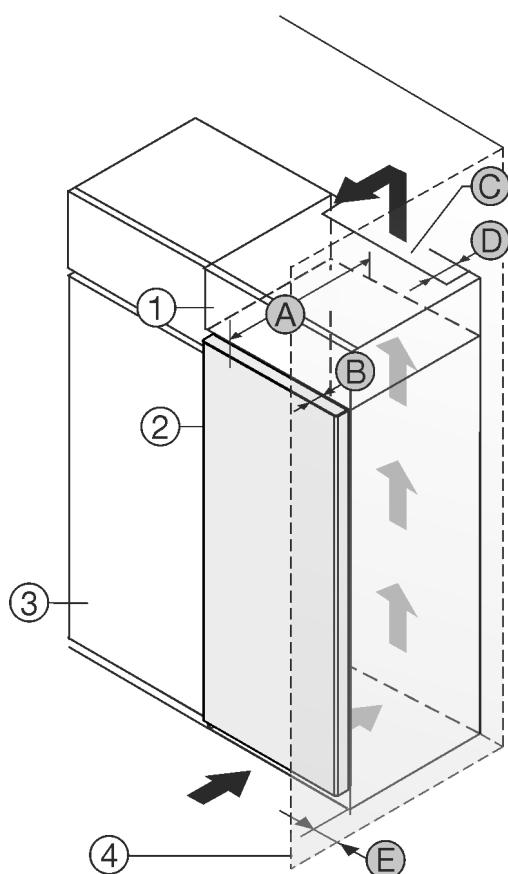

Fig. 1
在附加柜背面必须有一个竖风道，其深度 Fig. 1 (D) 应超过整个附加柜宽度。\*
盖板下必须保有通风横截面 Fig. 1 (C)。\*
如果将带铰链的冰箱放置在墙壁 Fig. 1 (4)边，冰箱和墙壁必须至少相距 13 mm。\*
如果将带铰链的冰箱放置在墙壁 Fig. 1 (4)边，冰箱和墙壁必须至少相距 20 mm。\*
为了能完全打开门，冰箱必须凸出橱柜正面一定门深度 Fig. 1 (B)。根据餐具柜 Fig. 1 (3)的深度，使用壁距调整垫片可以使冰箱更为凸出。\*